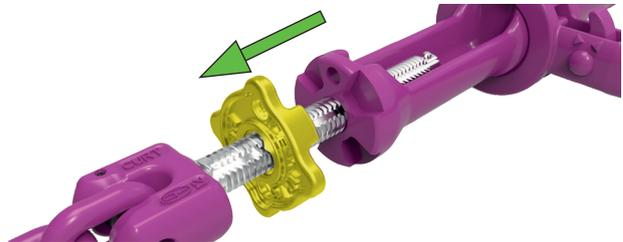

Abb. 3: Lösen der Sicherungsscheibe
- Lösen Sie die Sicherungsscheibe vom Tragrohr (Abb. 3).